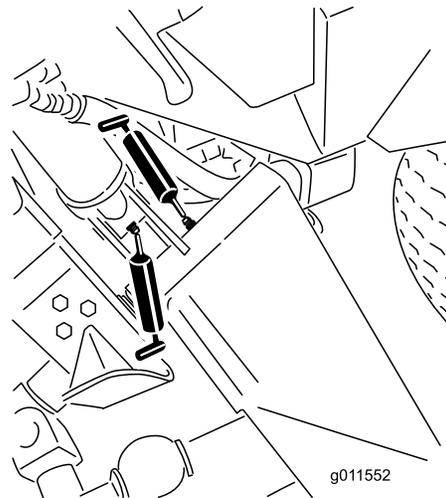
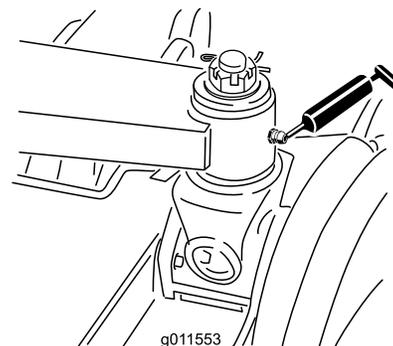

Figura 43
Figura 44
- Boccole (6) del braccio di sollevamento principale (Figura 43 e Figura 44)